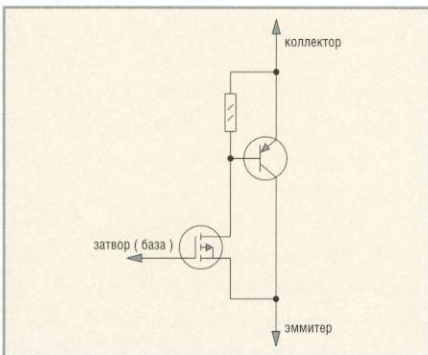

Рис. 1. Эквивалентная схема IGBT
**IGBT** призваны объединить достоинства биполярного и полевого транзистора. Они представляют собой составной транзистор из биполярного и полевого (см. рис. 1). По переключательным свойствам имеют характеристики, превосходящие как биполяр-